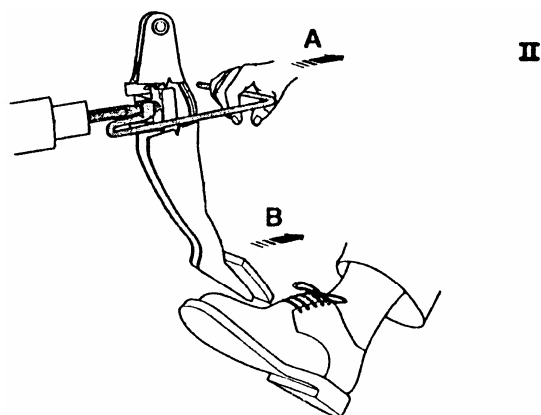

图 13-62 松开制动踏板
(5) 如图 13-62 所示，固定住制动踏板。轻轻拉动专用工具（箭头 A），使球头中的定位凸缘脱开。使专用工具保持拉紧状态，免得球头上定位凸起再次啮合，从球头上拔下制动踏板（箭头 B）。